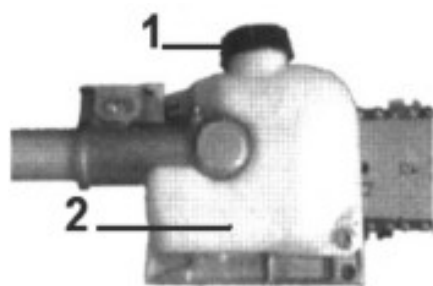

Fig.PP8
1. Placez l'élagueuse sur une surface plane et propre avec le bouchon de remplissage d'huile vers le haut. Voir FigPP8.